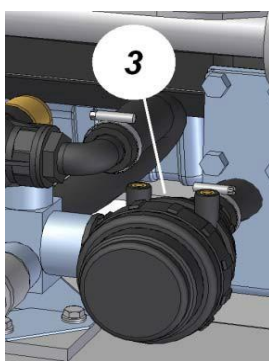

Abb. 39
- 2 - Alle 10/20 Betriebsstunden den Saugfilter aus Kunststoff (**Abb. 39 - Pos. 3**) prüfen und ggf. reinigen.